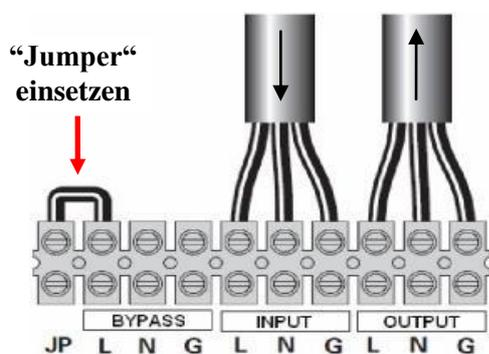

Abb. 3: USV-Anschluss ohne Bypasszuleitung
Das Stromzufuhrkabel an die Eingangsklemmen L (R), N und G (E) anschliessen. Beachten Sie die Positionierung von Phase und neutralem Leiter, wie es in der Kennzeichnung des Geräts und in diesem Handbuch angegeben ist (Abb. 3). Wird diese Positionierung nicht berücksichtigt, kann es zu schweren Defekten kommen.
Beim USV-Einsatz als Frequenzumformer (z.B 50 Hz. u 60 Hz) Elektroanschluss wie Abbildung 3, jedoch ohne Brücke von JP zu L und der Bypass darf nicht angeschlossen sein.